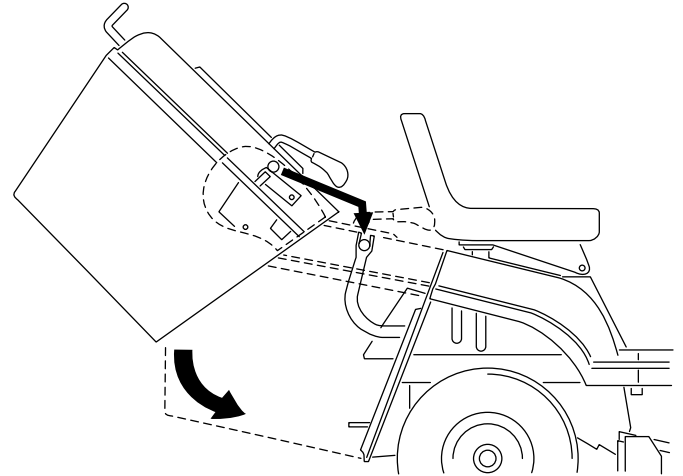

Figura 37
1. Usando ambas manos, incline el recogehierbas hacia adelante (Figura 37).
2. Incline el recogehierbas hacia adelante aproximadamente 40 grados, y deslícelo sobre los dos soportes de la parte trasera de la máquina (Figura 37).